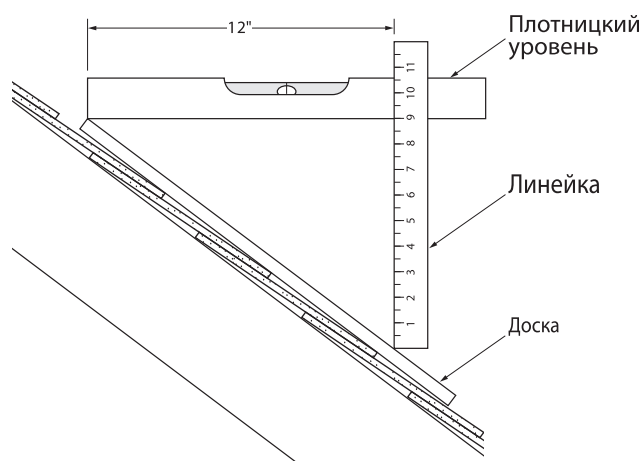

Рис. 3-6. Уклон 9/12.
**НА КРЫШЕ:** Для этого метода используются простые инструменты: плоская доска, плотницкий уровень и линейка (Рис. 3-6).